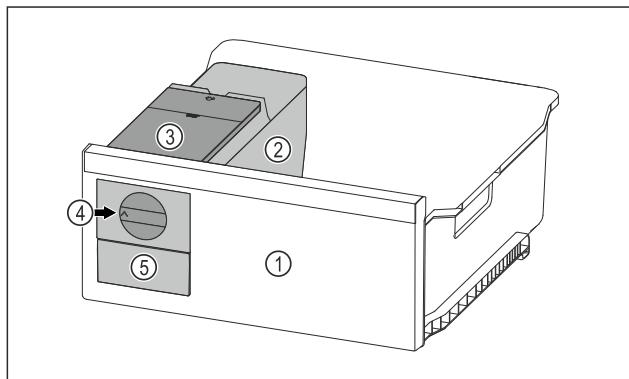

Fig. 120 Примерно изображение
- ▶ Завъртете въртящото се копче Fig. 120 (4) по часовниковата стрелка до упор.
- ▷ Ледените кубчета падат от формата за ледени кубчета в чекмеджето за ледени кубчета Fig. 120 (5).